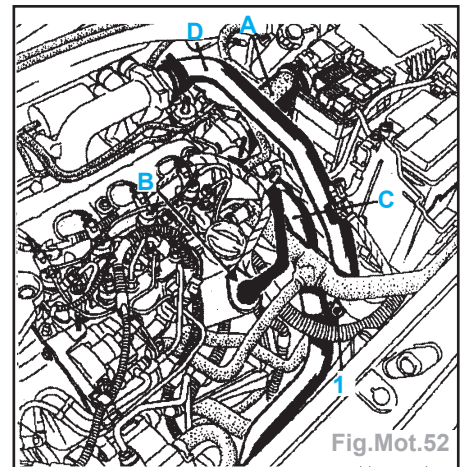

Fig.Mot.52
- le tuyau d'air (A) en débranchant la Durit (B) sur le bocal de réaspiration des vapeurs d'huile (Fig.Mot.52),